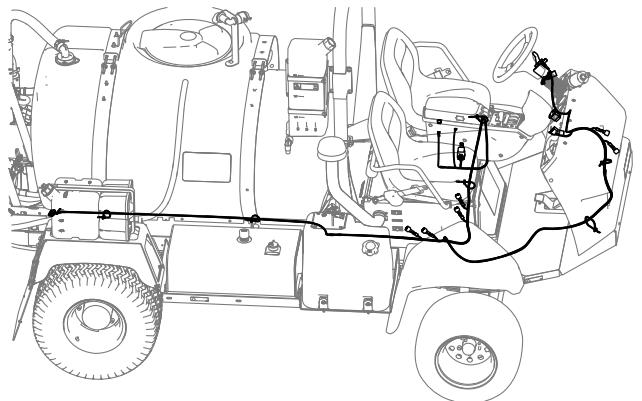
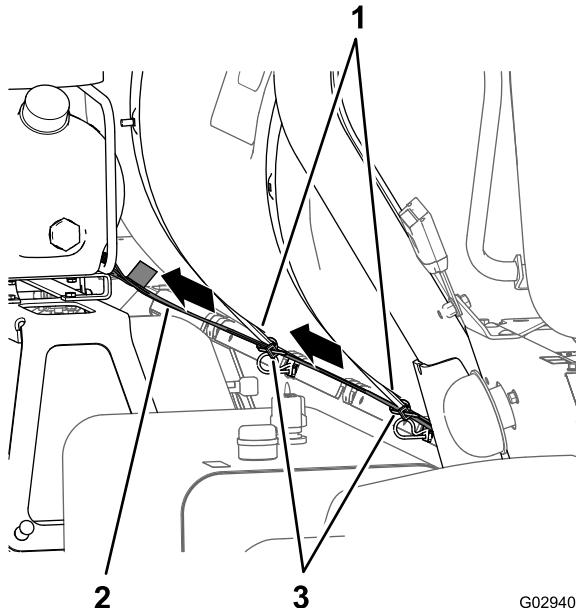

Figura 8
Figura 9
1. Localize a secção de 236 cm da cablagem do compressor com um conector de quatro tomadas e encaminhe a secção da cablagem para trás ao longo do depósito do pulverizador como se mostra na Figura 8 e na Figura 9.